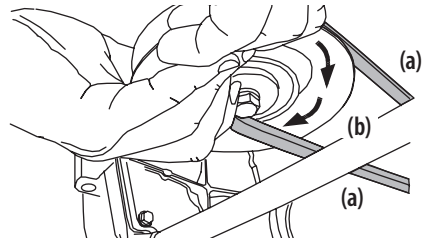

Figure 33
- d. Tenez la courroie de la prise de force (a) vers le bas et continuez de tourner la poulie de la prise de force (b) jusqu'à ce que la courroie de la prise de force (a) soit complètement dégagée de la poulie de la prise de force (b). Voir Figure 33.
8. Tirez sur le côté droit de la courroie et placez le côté plus étroit en forme de « V » de la courroie dans la poulie de la prise de force. Voir Figure 33 à la page 91.
9. Tenez la courroie de la prise de force et la poulie de la prise de force, puis faites pivoter la poulie de la prise de force vers la gauche. Voir Figure 33 à la page 91. Continuez à tenir et à faire pivoter la poulie et la courroie de la prise de force jusqu'à ce que la courroie de la prise de force soit complètement enroulée autour de la poulie de la prise de force.